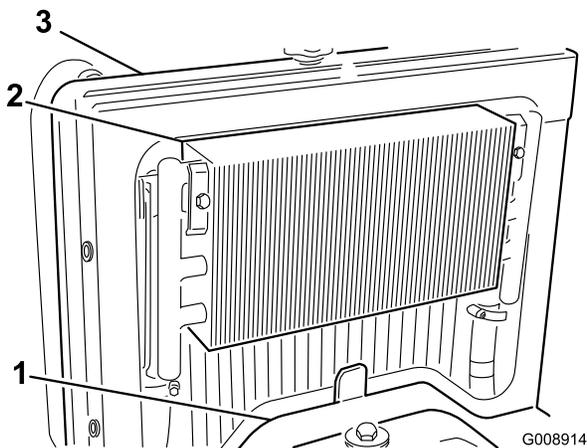

Figura 50
2. Retire o painel de acesso (Figura 50).